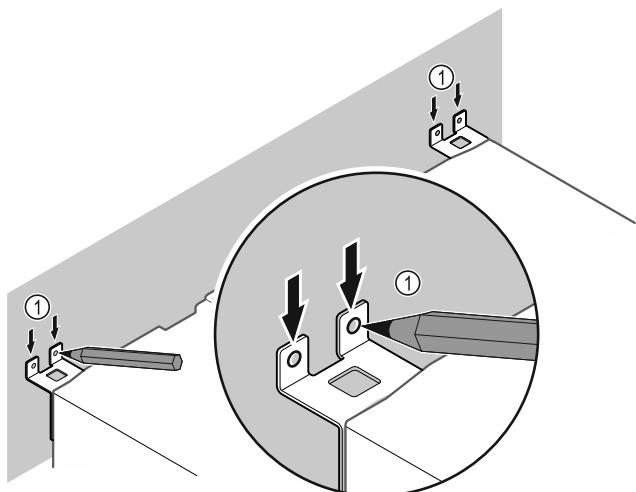

Fig. 52
- Markierungen an der Wand setzen Fig. 52 (1).